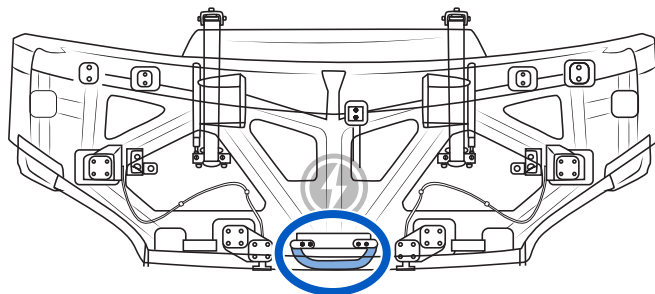
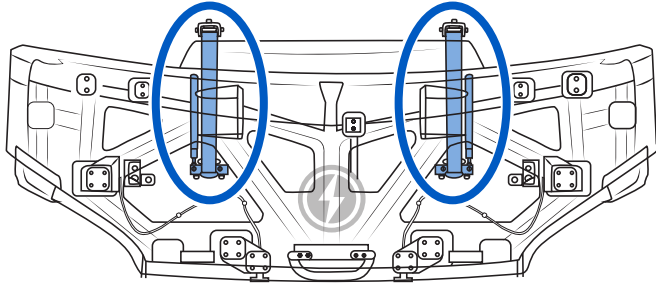

Figure 14 - Emplacement de la poignée sous le capot
Figure 15 - Emplacement du mécanisme de sécurité du capot
3. Soulevez légèrement le capot pour repérer la poignée située au centre, en bordure du capot (**Figure 14**).
5. Pour verrouiller le capot en position ouverte, poussez sur les deux bras mécanisme de sécurité (**Figure 15**).
1. Utilisez la poignée située au centre (**Figure 14**), en bordure du capot, pour pousser légèrement le capot vers le haut et tirez sur les deux bras du mécanisme de sécurité (**Figure 15**) pour les déverrouiller.